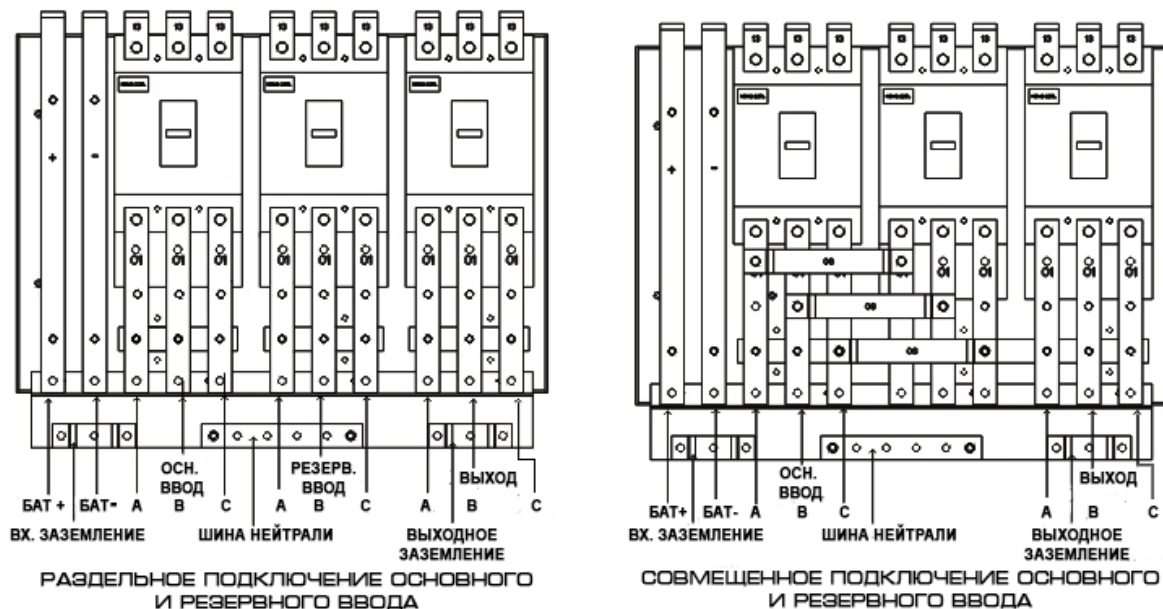

Рис. 2.12 Входные и выходные подключения кабинета 80кВА
2) Подключите заземление, кабель основного ввода, кабель резервного (байпасного) ввода (или установите шины если они не установлены), батарейный кабель, выходной кабель к соответствующим клеммам. На рис. 2.12. изображены раздельное и совмещенное подключение основного и резервного вводов. Соблюдайте последовательность фаз при подключении.